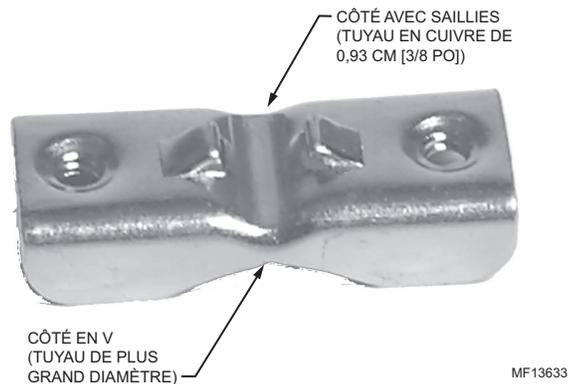

Fig. 33. Installation du support du robinet-vanne à étrier.
- a. Avec un tuyau en cuivre de 0,93 cm (3/8 po), utiliser le côté du support avec des saillies pour éviter de déformer le tuyau. Voir la figure 33.